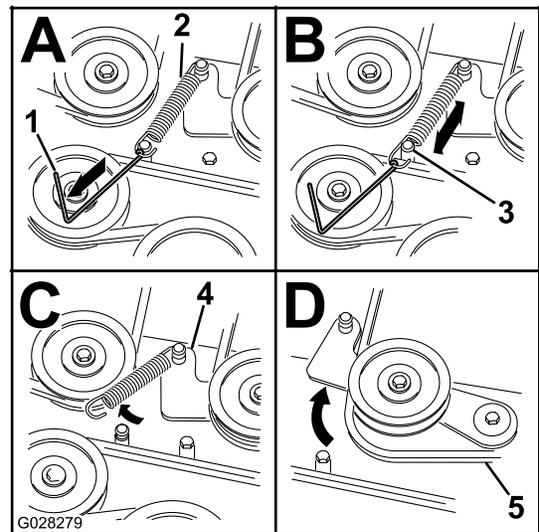

Figure 63
5. Détachez le ressort de la poulie de tension à ressort; voir Figure 63.
**Remarque:** Utilisez l'outil de dépose de ressort (réf. Toro 92-5771) pour décrocher le ressort de l'ergot du tablier de coupe (Figure 63).